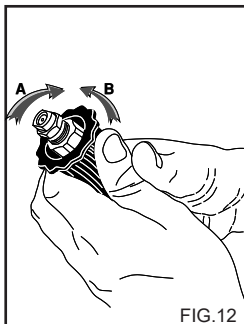

FIG.12
ИСПОЛЬЗОВАНИЕ РЕГУЛИРУЕМОЙ ГОЛОВКИ (рис. 12).
- 2) Запустите аппарат, откройте кран моющего раствора (если есть), включите всасывание моющего средства, находящуюся на насадке пистолета (рис. 12) и распылите раствор на загрязненную поверхность снизу вверх. Оставьте раствор на несколько минут.